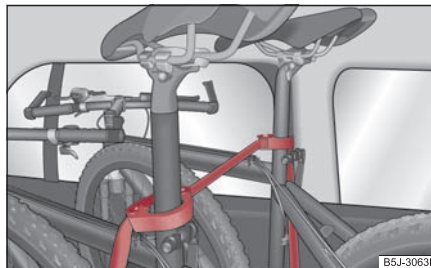

Fig. 96 Asigurarea bicicletei cu coliere
- Așezați colierul cu partea din cauciuc în față (direcția de mers) cât mai jos posibil la tija șeii și închideți colierul ⇒ fig. 96.
- În cazul transportării a două biciclete, prindeți centura ⇒ fig. 96 între tijele șeilor, împingând bicicletele unele în altele.